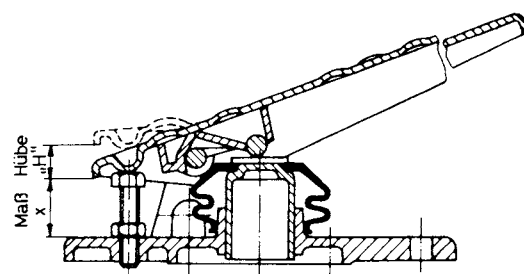

Abb. 4
5.2 Kontrolle und Einstellung des Hubes "H1" an der Stellschraube (27)
- a) Bremsventil durch Hineindreihen der Kreuzgriffschraube langsam betätigen, bis Manometer 3 den ersten Druck (max. 0,2 kp/cm²) anzeigt. Der Hub "H1" ab Anschlag, Stellschraube (27) bis zum ersten Einsprung von max. 0,2 kp/cm² (gemessen zwischen Trittplatte (33) und Trägerplatte (26) siehe Abb. 4 darf nicht größer als das in der Tabelle angegebene Maß sein.
- b) Nach der Einstellung des Hubes "H1" das Maß "X" in der Lösestellung der Trittplatte messen und vermerken. (siehe Abb. 4)